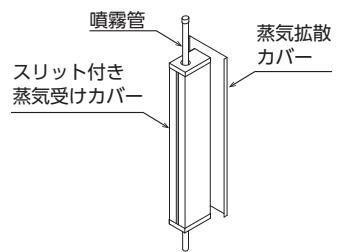

図3-19 ID型蒸気加湿器
- 蒸気噴霧管に専用カバー（スリット付き蒸気受けカバー+蒸気拡散カバー）を組み合わせた構造となっています。（図3-19参照）